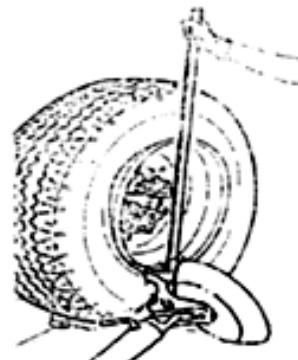

Fig 10
- (1) Установите инструментальную консоль (9) в нерабочее положение. Переведите ее к внешней плоскости колеса и убедитесь в правильном положении монтажного пальца. В противном случае нажмите регулятор положения (14), поверните инструмент на 180°, опустите его и зацепите за опору.
- (2) Отрегулируйте взаимное положение монтажного пальца (13) и шины, установите монтажный палец (13) между шиной и ободом. Вставьте монтажный палец (13) под борт шины и зацепите борт.
- (3) Опустите борт, чтобы избежать его соскальзывания с инструмента.
- (4) Переведите монтажный палец к внешнему краю обода. (5) Установите монтировку под монтажный палец между краем шины и бортом. (6) Нажмите на монтировку и удерживая ее нажатой опустите колесо до тех пор, пока край обода не окажется на расстоянии 5 мм от монтажного пальца (рис. 10).